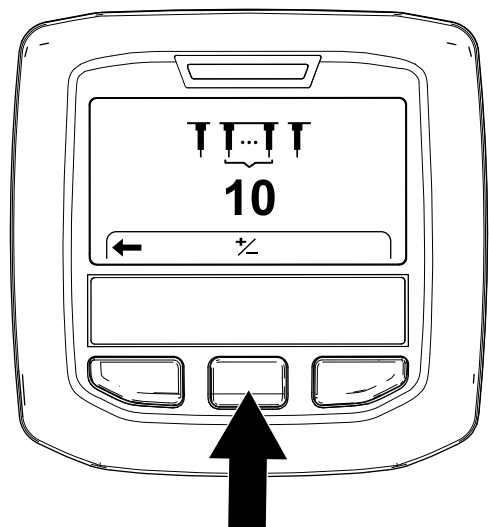

Figure 61
3. Appuyez sur le bouton droit de l'InfoCenter jusqu'à ce que l'écran Setting the Tine Quantity (réglage du nombre de louchets) s'affiche (Figure 61).